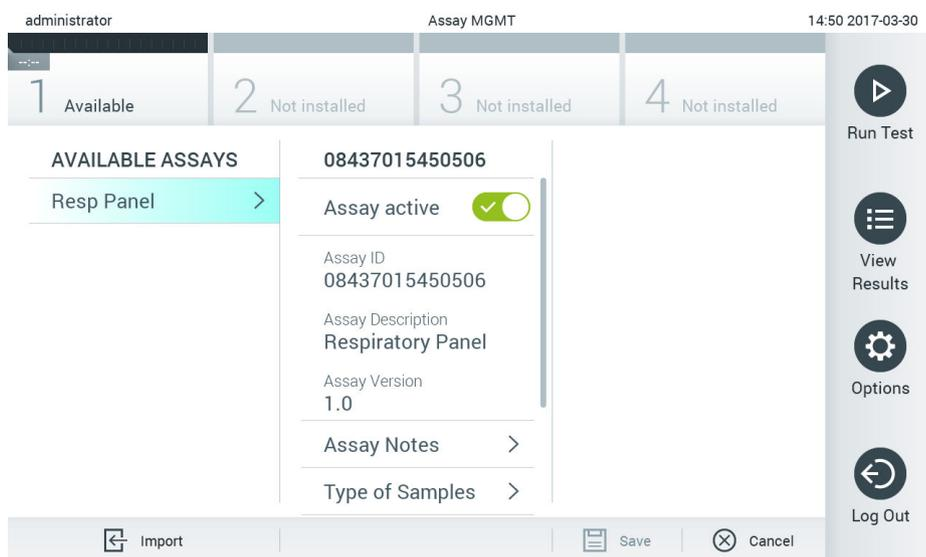

Figura 66. Administración de ensayos disponibles.
1. Pulse el botón Options (Opciones) y, a continuación, el botón Assay Management (Administración de ensayos) para acceder a la pantalla Assay Management (Administración de ensayos). Los ensayos disponibles aparecen en la primera columna de la zona de contenido (figura 66).